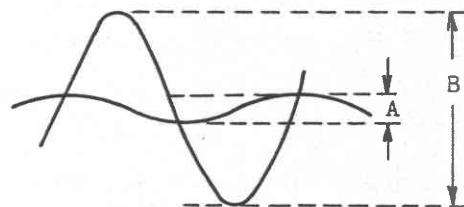

図 7
⑪ バイロット信号は「OFF」にします。
- (3) ⑩ OUTPUT MODE の「L」スイッチを押し、⑬ MPX OUTPUT 端子の信号波形をオシロスコープで観測します。(図 7)
- (4) 次式によりセパレーションを算出します。